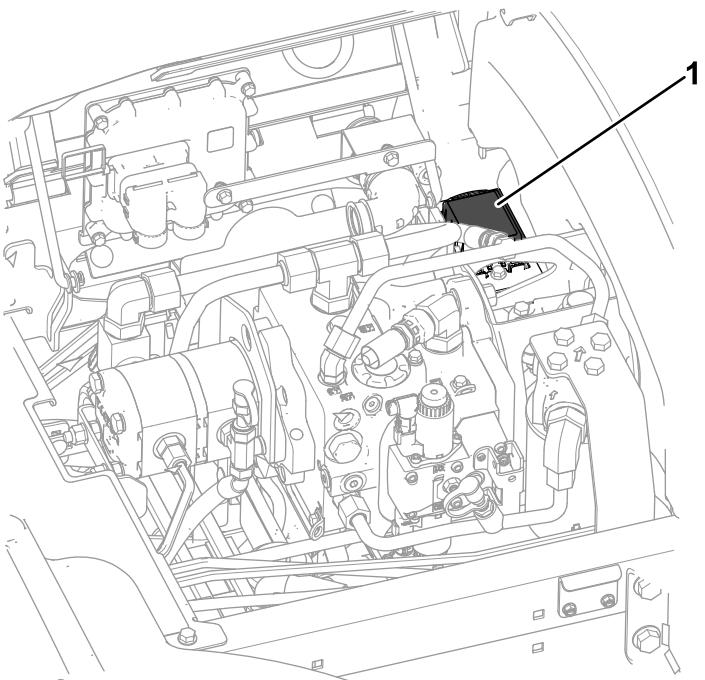

Рисунок 135
- Замените перегоревший предохранитель (Рисунок 135) на предохранитель такого же типа и номинальной силы тока.